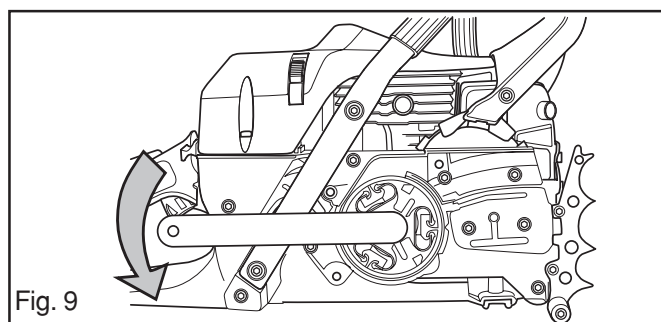

Fig. 9
10. Monter le centre de l'embrayage sur le vilebrequin et serrer à l'aide de l'outil d'embrayage. Attention – filetage à gauche ! Voir la fig. 9.